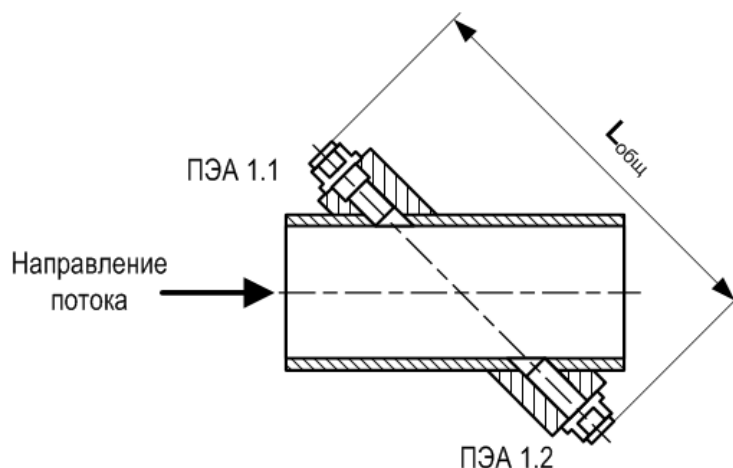

Рис.10. Измеряемое расстояние между парой ПЭА.
- 4.4.7. Измерить расстояние между противоположными плоскостями заглушек (рис.10), установленных в корпусах пары ПЭА (первого и второго по потоку).